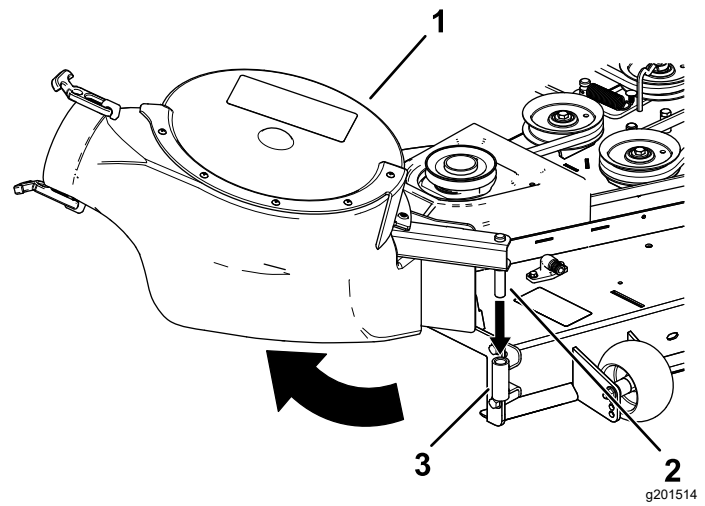

Figura 23
2. Introduceți fusul de basculare al suflantei în suportul suflantei i rotiți ansamblul suflantei spre interior, spre maină (Figura 23).